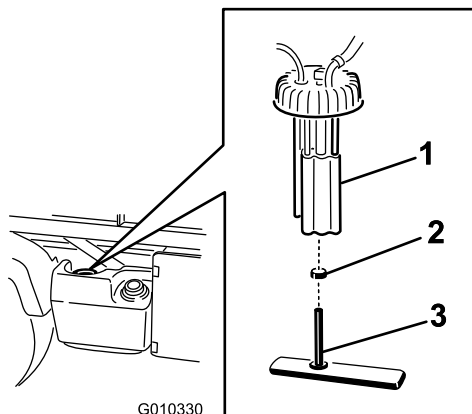

図 39
2. 燃料ポンプからワイヤハーネスのコネクタを外す 図 39。
3. ホースのクランプをゆるめ、燃料ポンプキャップから燃料ラインを外す 図 39。
4. 燃料タンクの上から燃料ポンプのキャップを外す 図 39。
5. タンクから、燃料ポンプアセンブリと燃料フィルタを外す 図 39。
7. フィッティングからホースを取り外す 図 39。